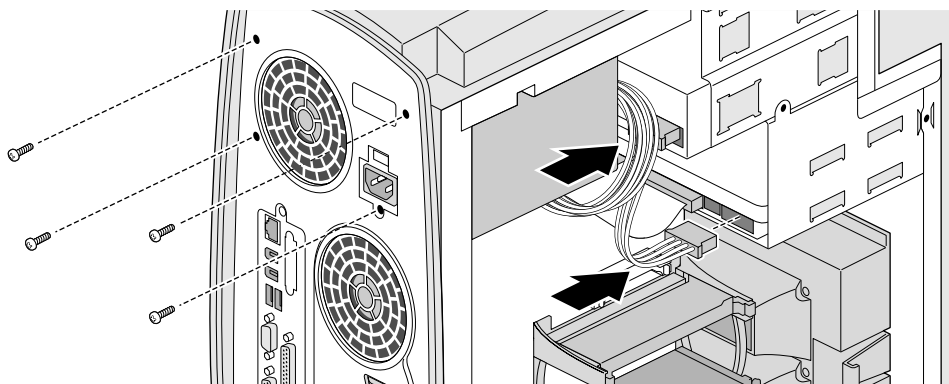

图 7-6 安装螺丝和电缆
5. 用手托住电源的同时，拧上四颗螺丝，如图 7-6 所示。然后重新将电源线接到内部驱动器的背面。